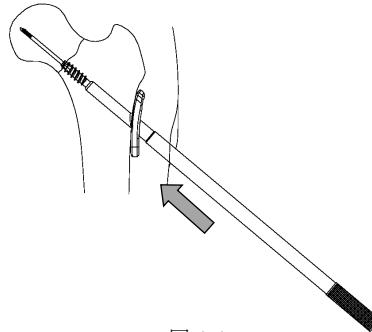

図 1-1
- 2.4 ガイドピンを介してチューブプレート用インパクター (MIS) にてプレートを押し込み、骨面に密着させます。（図 1-1, 1-2）